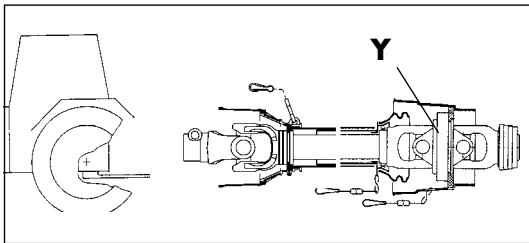

Fig.3-2
- Le joint universel grandangulaire (Y) doit se trouver côté machine (fig. 3-2). S'assurer que l'arbre à cardan est bien engagé sur les deux prises de force.
Toujours connecter l'arbre à cardan avec le joint universel grandangulaire (Y) côté machine (fig. 3-2).